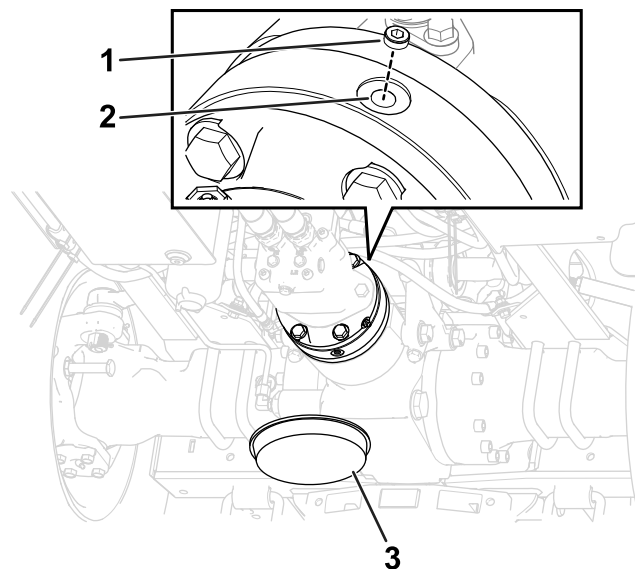

Figura 104
5. Retire o tampão de enchimento na parte superior da caixa do travão (Figura 104).
7. Instale o tampão de enchimento na porta de enchimento (Figura 104).